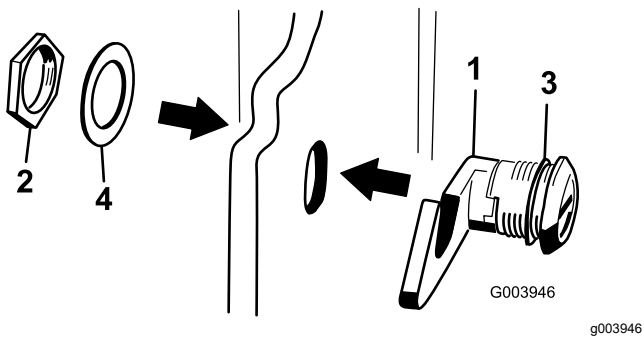

Figura 20
3. Retire la tuerca del conjunto de cierre del capó (Figura 20).